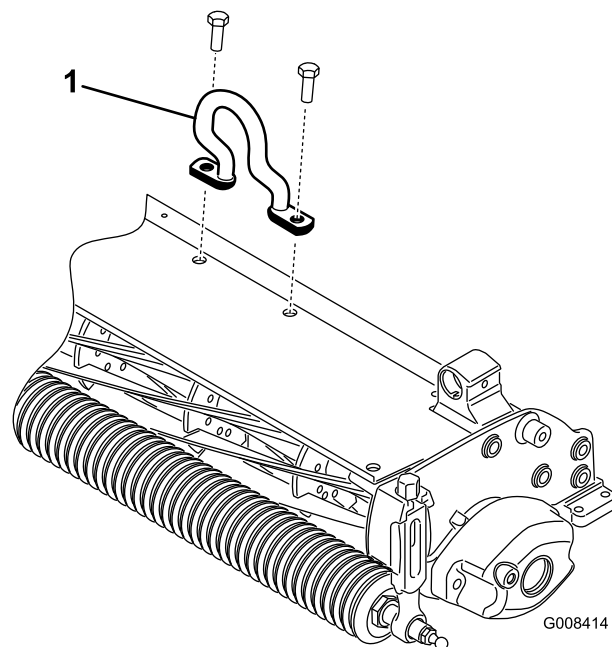

Figure 12
2. Montez le crochet de levage décentré (Figure 12) sur le haut du plateau de coupe avec (2) boulons M10-1,5. Serrez les boulons à un couple de 34 à 40 Nm. Le crochet doit être orienté vers l'avant.